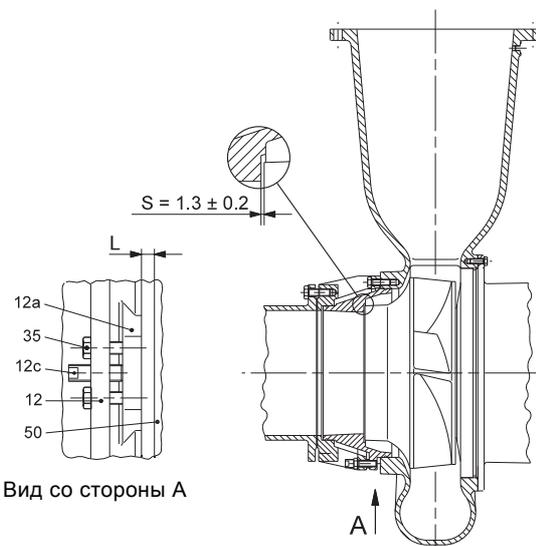

Рис. 18 Зазор рабочего колеса, типы монтажа D и H, метод 2
У насосов этого типа имеются резьбовые отверстия для крепёжных винтов (35) крышки на входе (12а), см. рис. 18. Установите зазор рабочего колеса следующим образом:
1. Ослабить шесть крепёжных винтов (35) и закрыть зазор рабочего колеса "S", затянув три регулировочных винта (12С). Затянуть винты по диагонали, чтобы не допустить перекоса крышки на входе.